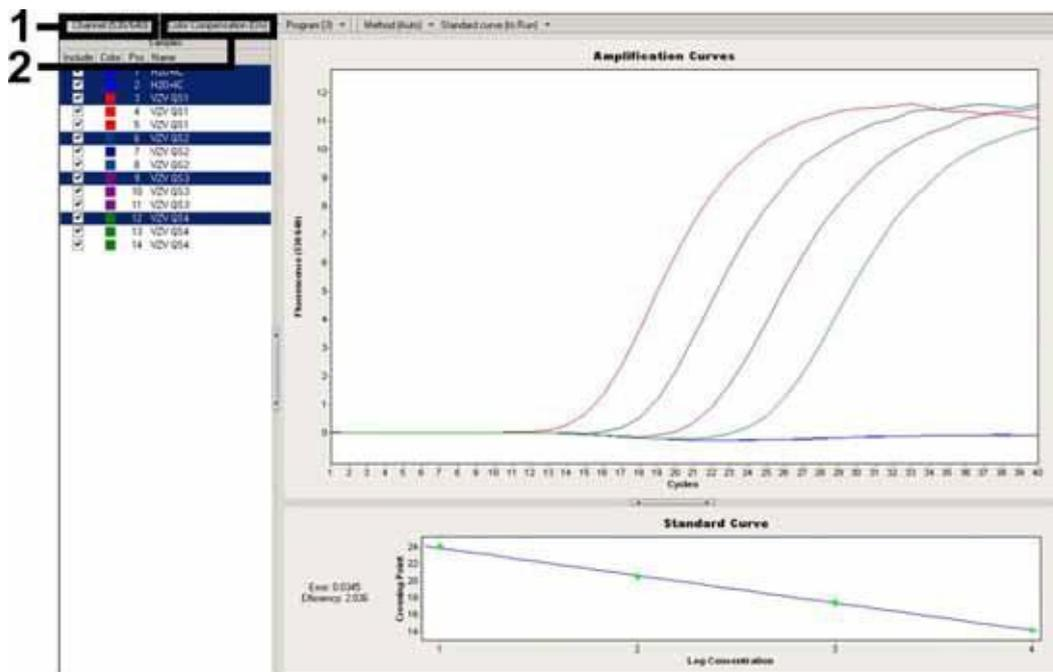

Abb. 11: Aktivierung des *Color Compensation File* und Auswahl des Fluoreszenz-Kanals.
Bitte gehen Sie bei der Analyse der PCR-Daten nach folgendem Schema vor (siehe Abb. 11):
- Die *LightCycler* Software Version 4.0 enthält eine als *Color Compensation File* bezeichnete Datei, die Signal-Interferenzen zwischen den Fluoreszenz-Kanälen kompensiert. Diese Datei öffnen Sie während oder im Anschluss des PCR-Laufs durch Aktivierung der Schaltfläche *Color Comp (On/Off)* und anschließend *Select Color Compensation* (siehe Abb. 11). Sollte kein *Color Compensation File* installiert sein, erstellen Sie die Datei bitte unter Beachtung der Anleitung im *LightCycler Operator's Manual*.